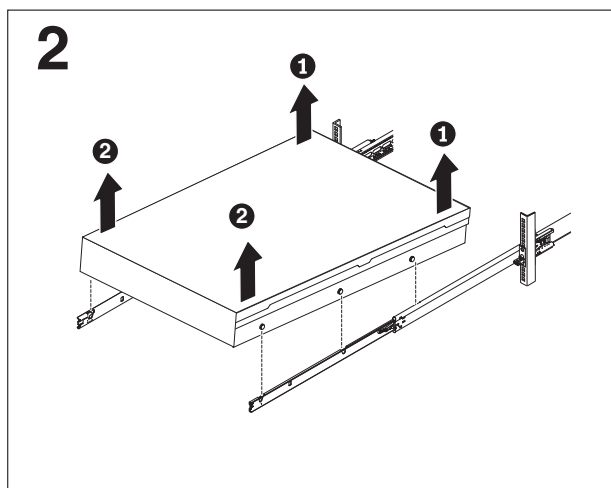

图 33. 从滑动导轨中抬出服务器
6. 前面的钉头与滑锁分离之后，将服务器后部 **1** 抬起以使服务器保持水平，如图 33 中所示。